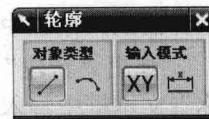
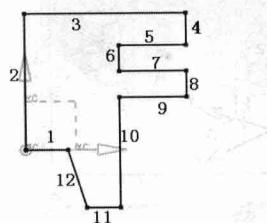
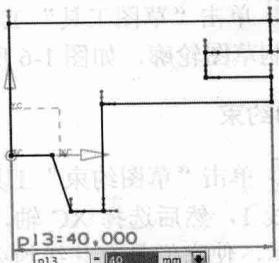

图 1-5 “轮廓”工具栏
图 1-6 草图轮廓
图 1-9 标注尺寸
Step2 单击“草图工具”工具栏中的“轮廓”按钮, 弹出如图 1-5 所示的“轮廓”工具栏，绘制草图轮廓，如图 1-6 所示。
Step3 单击“草图工具”工具栏中的“水平”按钮 \perp ，选择图 1-6 所示的直线 2 和直线 8，系统自动标注尺寸，单击确定尺寸的位置，在文本框中输入“40”，然后按 $<Enter>$ 键，如图 1-9 所示。